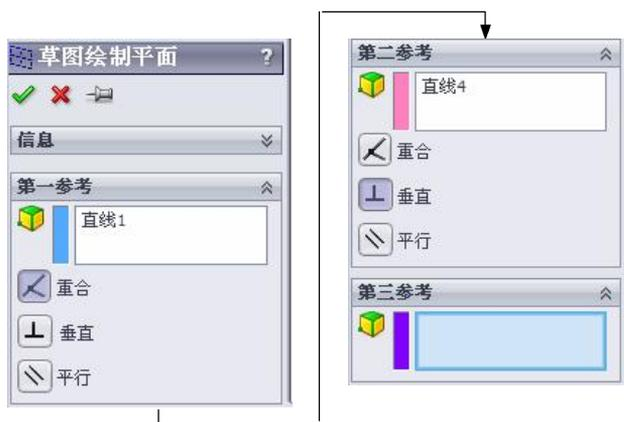

图 1.3.3 “草图绘制平面”对话框
(1) 选择命令。在工具栏中单击“基准面”按钮 ，系统弹出图 1.3.3 所示的“草图绘制平面”对话框。